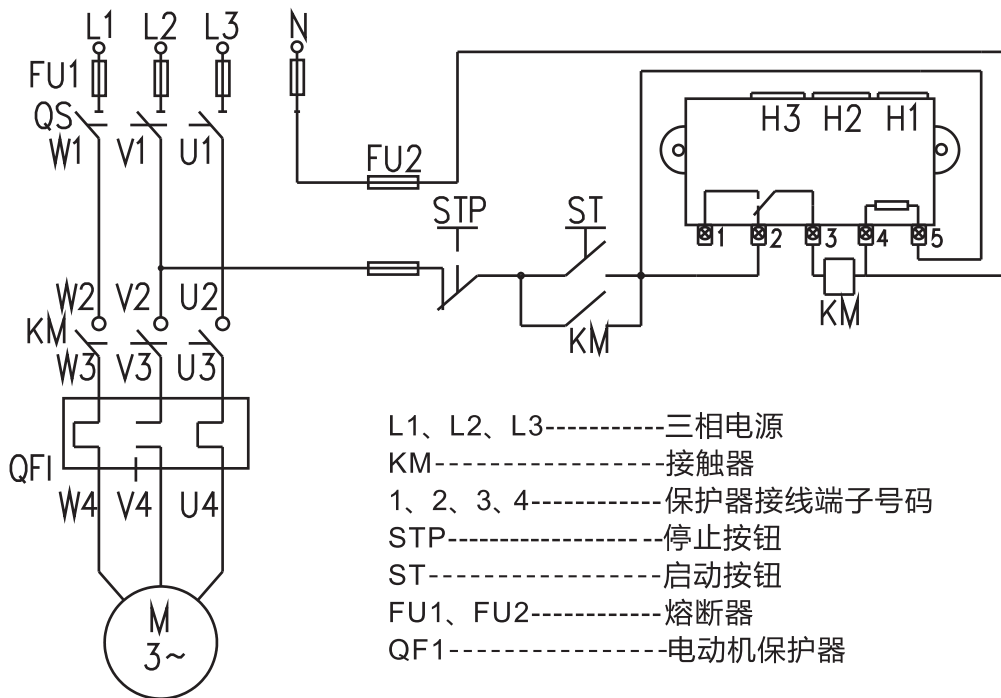

图6 控制电源电压AC220V 接线图
9.3 BHQ-S-C 30A ~ 100A控制电源电压AC220V接线图见图6